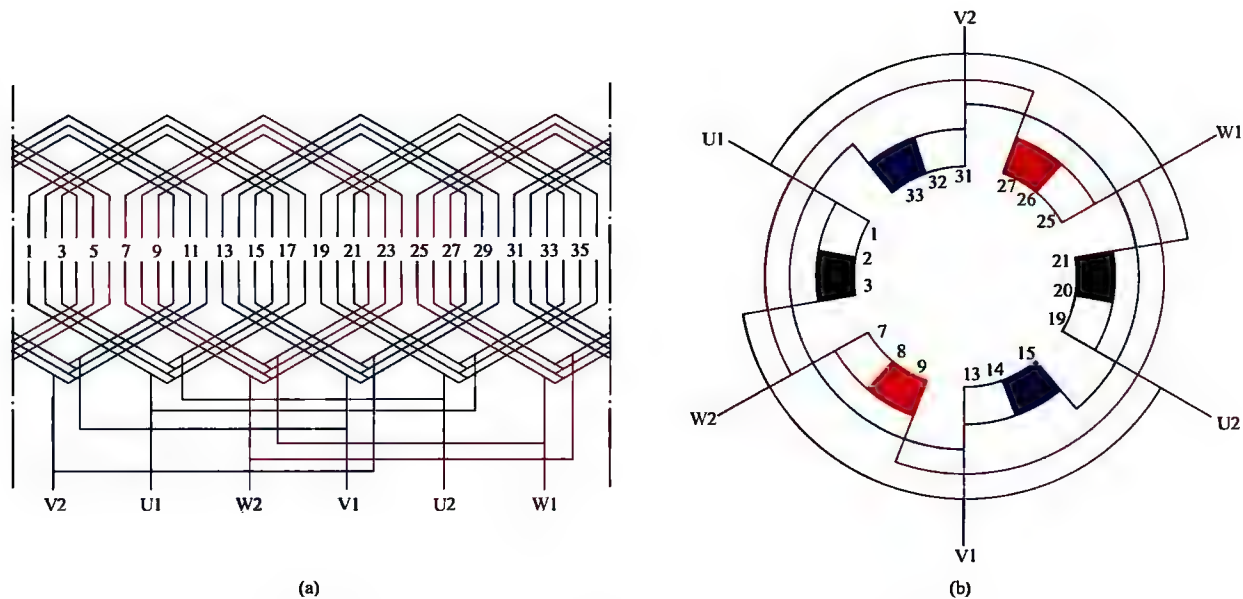

图 1-13 三相 2 极 36 槽单层同心式绕组 2 路接法
13. 三相 2 极 36 槽单层同心式绕组 2 路接法展开图与接线圆图 (见图 1-13)